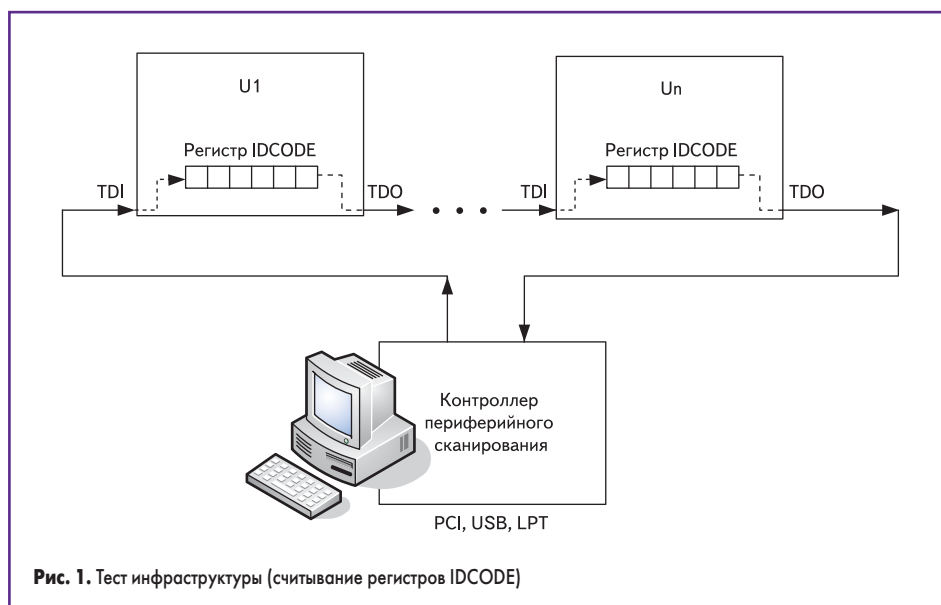

Рис. 1. Тест инфраструктуры (считывание регистров IDCODE)
1. Считывание ID-кодов всех микросхем, входящих в цепочку (проверка регистров IDCODE) (рис. 1). На этом этапе во все микросхемы загружаются инструкции IDCODE, затем начинается последовательный сдвиг данных регистров IDCODE и считывание их значений контроллером периферийного сканирования.